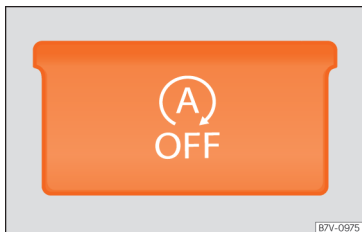

Fig. 236 Detalle de la consola central: tecla para el funcionamiento Start-Stop.
- Para desconectar/conectar manualmente el sistema Start-Stop, pulse la tecla  **fig. 236**.